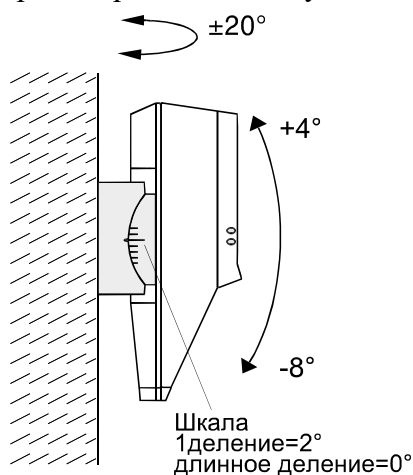

Рисунок 5.1
6.5.3 Настенный монтаж, 0° (Рис. 5.1)